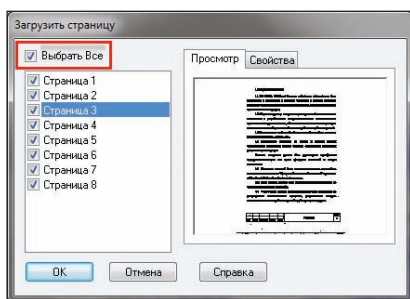

Рис. 29. Диалоговое окно *Загрузить страницу*
- добавлен флажок выбора всех страниц в диалоговом окне *Загрузить страницу* при загрузке многостраничного документа (рис. 29);